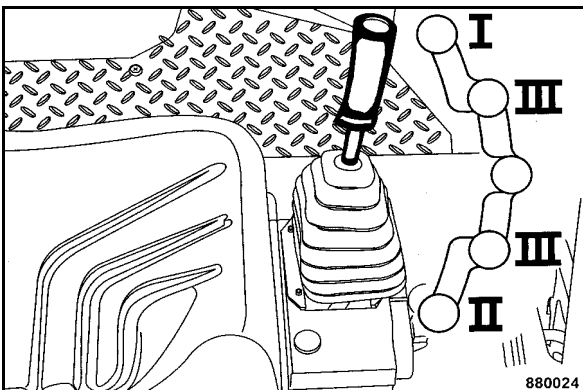

Fig. 63
- Décrasser le levier de commande de la marche (Fig. 63) de la position de freinage puis le déplacer dans le sens de marche désiré.